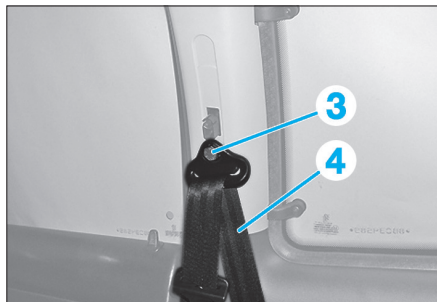

Fig. 18
- la vis (3) (Fig.18).
- Dégager la ceinture de sécurité (4).